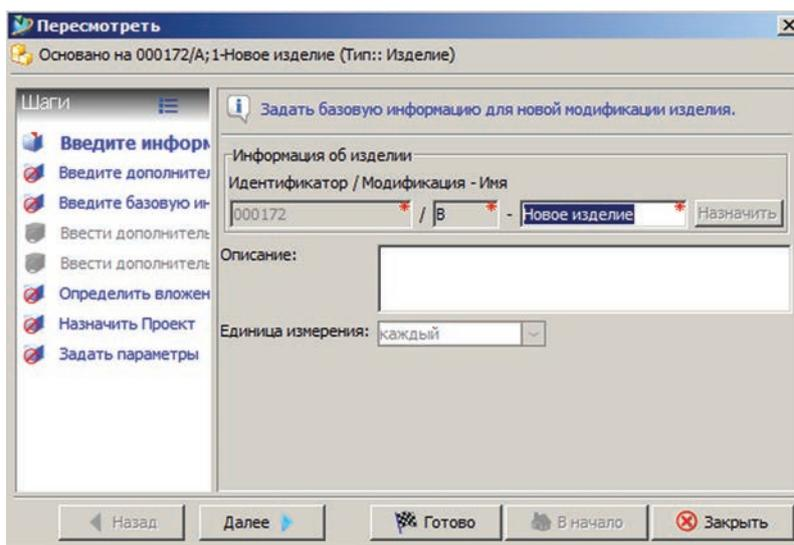

Рисунок 4.9
- на первом шаге следует ввести атрибуты, которые описывают новую модификацию, такие как **Идентификатор модификации**, **Имя модификации** и **Описание модификации**. По умолчанию в качестве идентификатора модификации уже будет задан следующий по порядку номер или буква, а имя модификации будет скопировано с предыдущей ревизии (рис. 4.9);